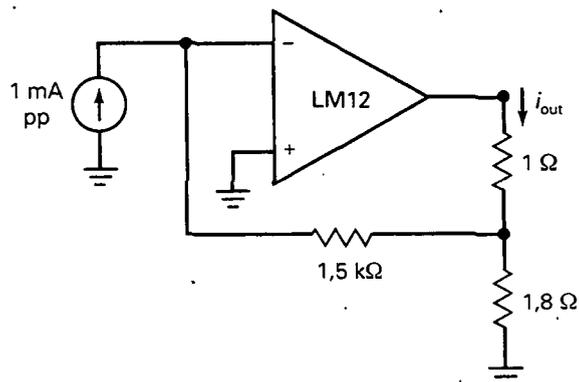

Figura 19-19
- 19-14. ¿Cuál es la ganancia de corriente en la Figura 19-19? ¿Y la potencia en la carga?
- 19-15. Si la resistencia de carga se cambia de 1 a 2 Ω en la Figura 19-19, ¿cuál es la corriente de salida? ¿Y la potencia en la carga?
- 19-16. Si la resistencia de 1,8 Ω se cambia a 5,6 Ω en la Figura 19-19, ¿cuáles son la corriente de salida y la potencia en la carga?